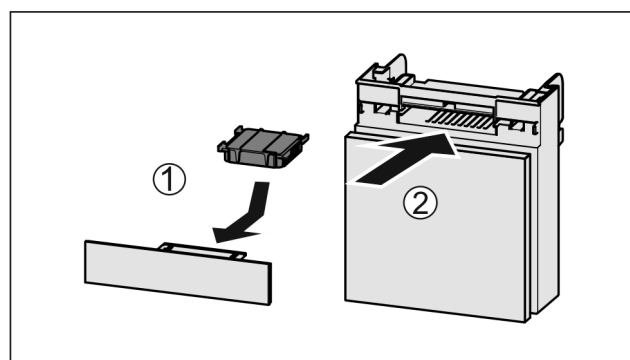

Fig. 136
- ▶ Anbring aktivkulfilteret som vis på billedet Fig. 136 (1).
- ▶ Skub rummet ind Fig. 136 (2).